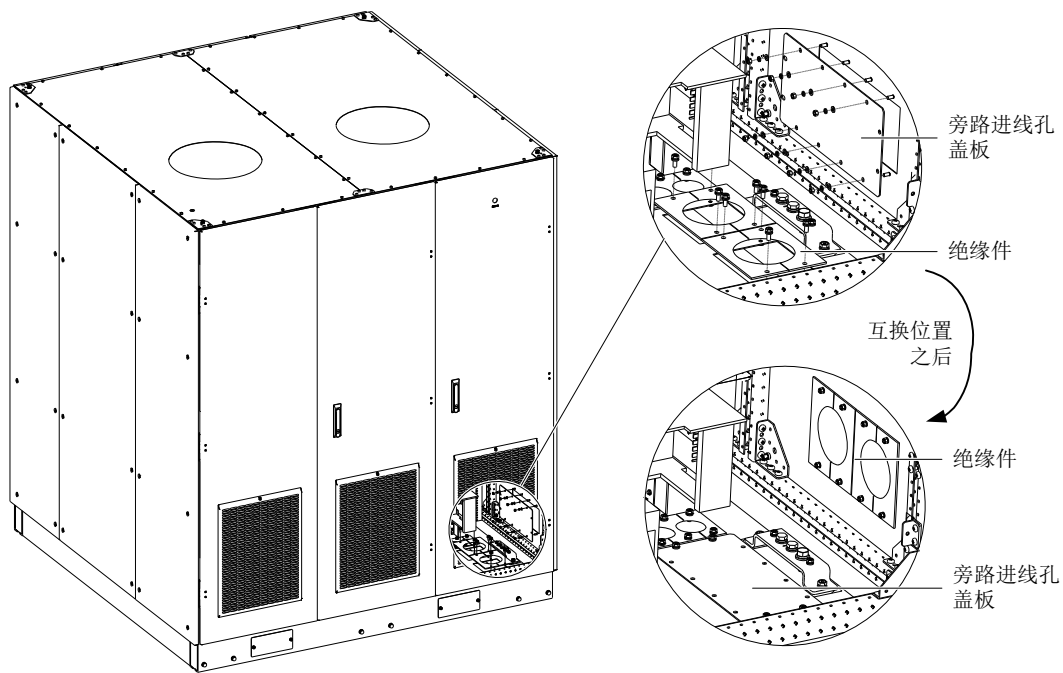

图3-15 互换旁路进线孔盖板和绝缘件的位置
1) 拆掉变压器柜右侧下方的旁路进线孔盖板和下进线孔上的绝缘件，然后二者互换位置，如图 3-15 所示。